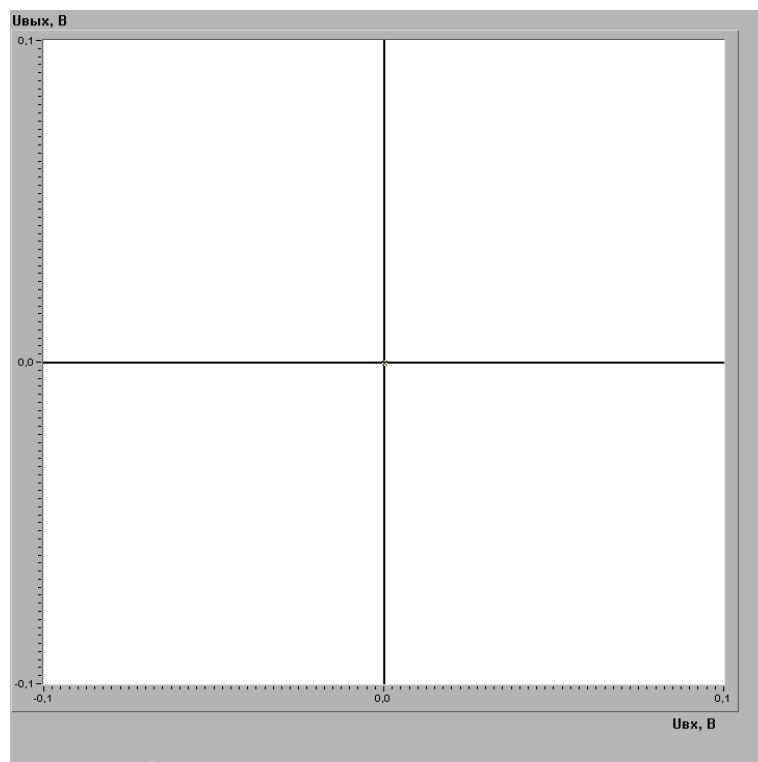

Рис. 4. Передаточная характеристика для определения напряжения смещения
3.4.2. Скопировать полученную передаточную характеристику в рис. 4 для $R_3 = 30\text{ кОм}$ и $R_3 = 100\text{ кОм}$.